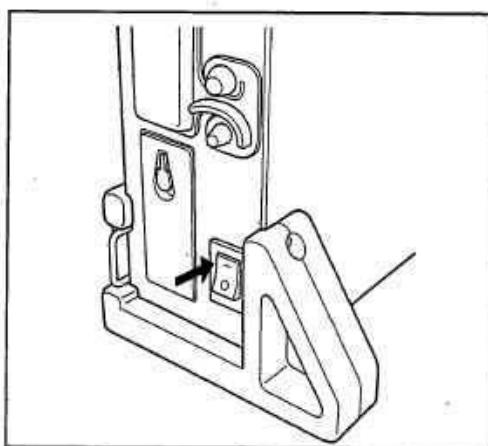

図 3.20
1. MXR 本体の電源スイッチの「|」側を押し、パネルの「POWER」が点灯し、電源が入ることを確認します (図 3.20 参照)。